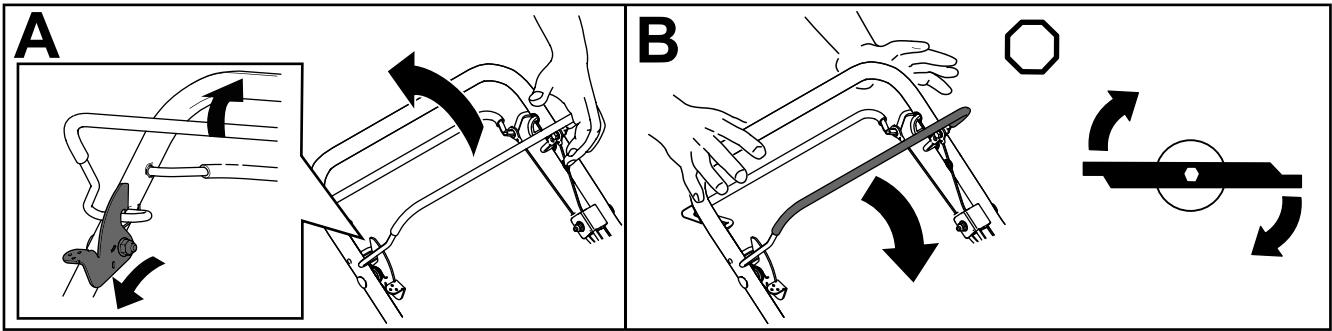

Figure 17
1. Poussez en avant et maintenez le levier de blocage de la commande des lames pour relâcher la barre de commande des lames (A de Figure 17).
2. Serrez la barre de commande des lames contre le guidon et relâchez le levier de blocage de la commande des lames; la lame doit s'engager (A de Figure 17).
3. Relâchez la barre de commande des lames pour désengager les lames (B de Figure 17). Le levier de blocage de la commande des lames se réinitialise pour bloquer la barre de commande des lames.